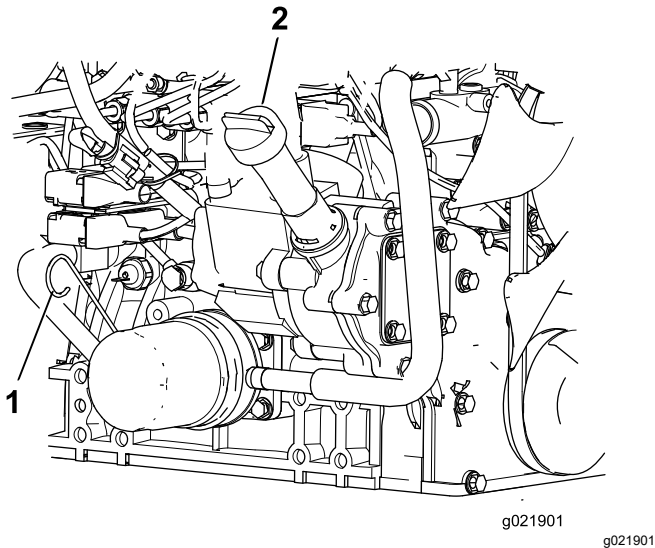

Figura 83
3. Retire a vareta, limpe-a, coloque-a no tubo e volte a retirá-la em seguida. O nível de óleo deve estar entre marca CHEIO e a marca ADICIONAR (Figura 83).
4. Se o nível de óleo estiver baixo, retire o tampão de enchimento e adicione óleo até que fique entre a marca CHEIO e a marca ADICIONAR (Figura 83).